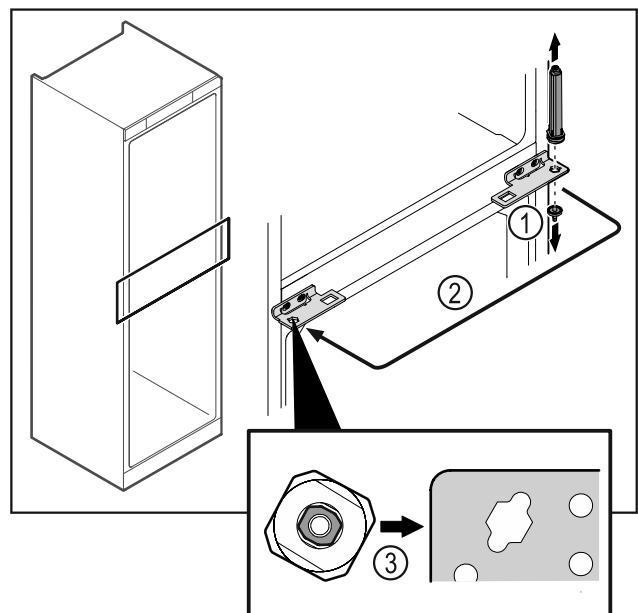

Fig. 43
- Svitare il perno della cerniera Fig. 43 (1).
- Spostare il sistema di chiusura della porta Fig. 43 (2).
- Verificare che durante l'inserimento lo smusso del perno Fig. 43 (3) sia rivolto verso il foro circolare.